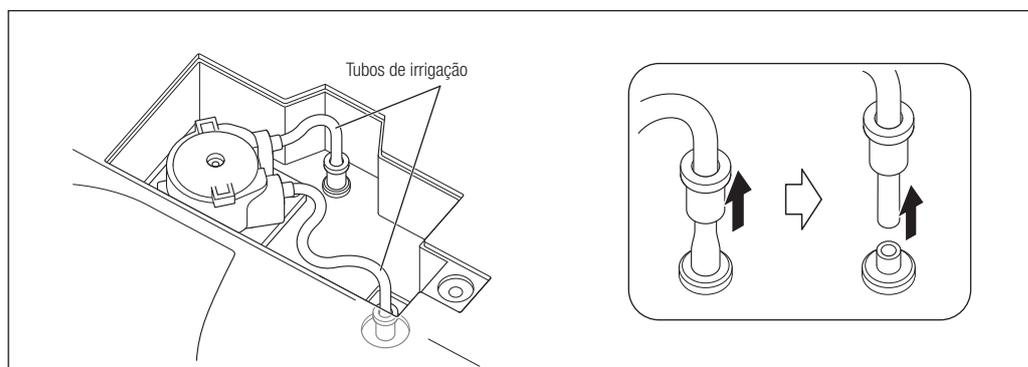

Fig. 51
- 3) Retire os dois tubos de irrigação da unidade de controle (Fig. 51).
- 8) Instale o tubo de irrigação seguindo o procedimento de remoção de forma inversa. Pressione bem o anel conector na unidade de controle até estar totalmente inserido (Fig. 51).